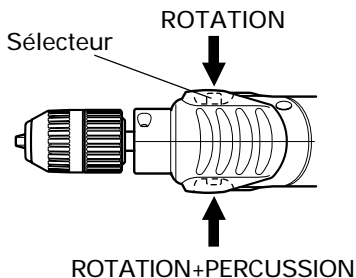

Fig. 6
10. Changement de PERCUSSION à ROTATION (Fig. 6)